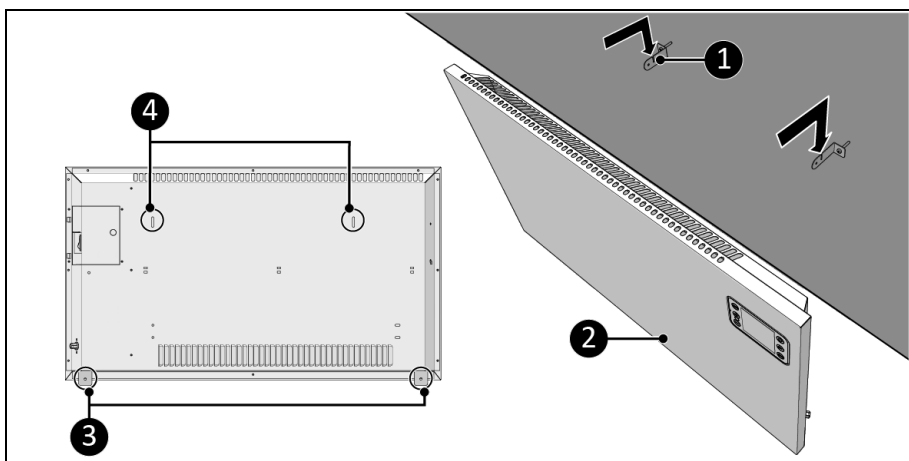

Figura 12
9. Așezați găurile suportului (Figura 12, poz. 4) peste suporturile de perete (Figura 12, poz. 1).
10. Lăsați dispozitivul (Figura 12, poz. 2) să cadă în orificiile suporturilor de perete (Figura 12, poz. 1).
11. Utilizați suporturile dispozitivului (Figura 12, poz. 3) pentru a marca poziția găurii din partea de jos pe perete.
12. Scoateți dispozitivul de pe suporturile de perete (Figura 12, poz. 1).